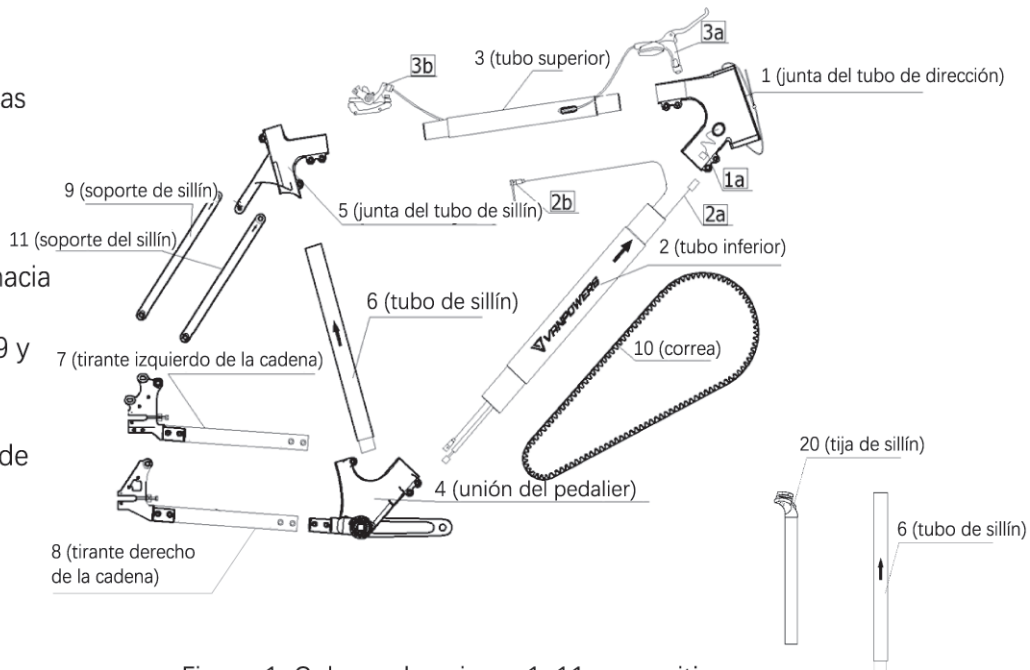

Figura 1: Coloque las piezas 1-11 en su sitio.
1. Buscar las piezas 1-11 y póngalas como se muestra en la Figura 1.